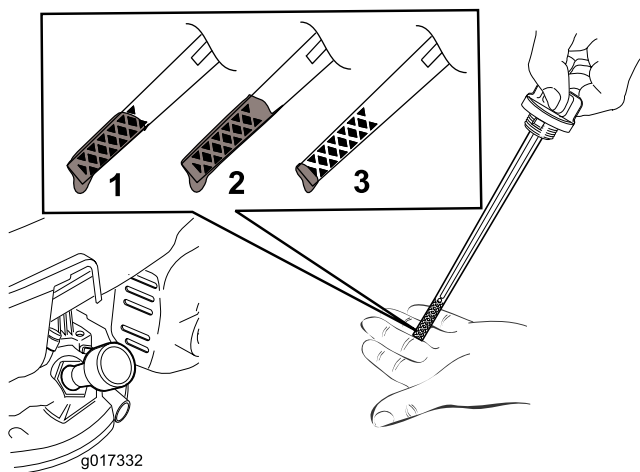

Figura 7
2. Retire la varilla (Figura 7).
Nota: Llene el cárter con aceite hasta que la varilla indique que el nivel del aceite del motor es correcto, según se muestra en **Figura 7**. Si usted llena demasiado el motor, vacíe el exceso de aceite según se indica en **Cómo cambiar el aceite del motor (página 17)**.